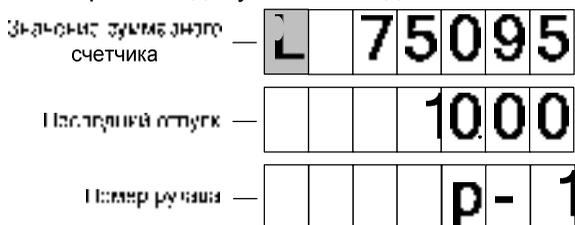

Рисунок 6
9.7 Предусмотрен просмотр на табло значений суммарного счетчика рукава в строке указателя стоимости с мигающим символом "L" в старшем разряде. В строке цены за литр отображается порядковый номер рукава и символы "P -" (рисунок 6). В случае многорукавной колонки, чтобы просмотреть на табло значения суммарных счетчиков других рукавов стороны, необходимо снять раздаточный кран интересующего рукава. В этом режиме допускается выдача топлива.